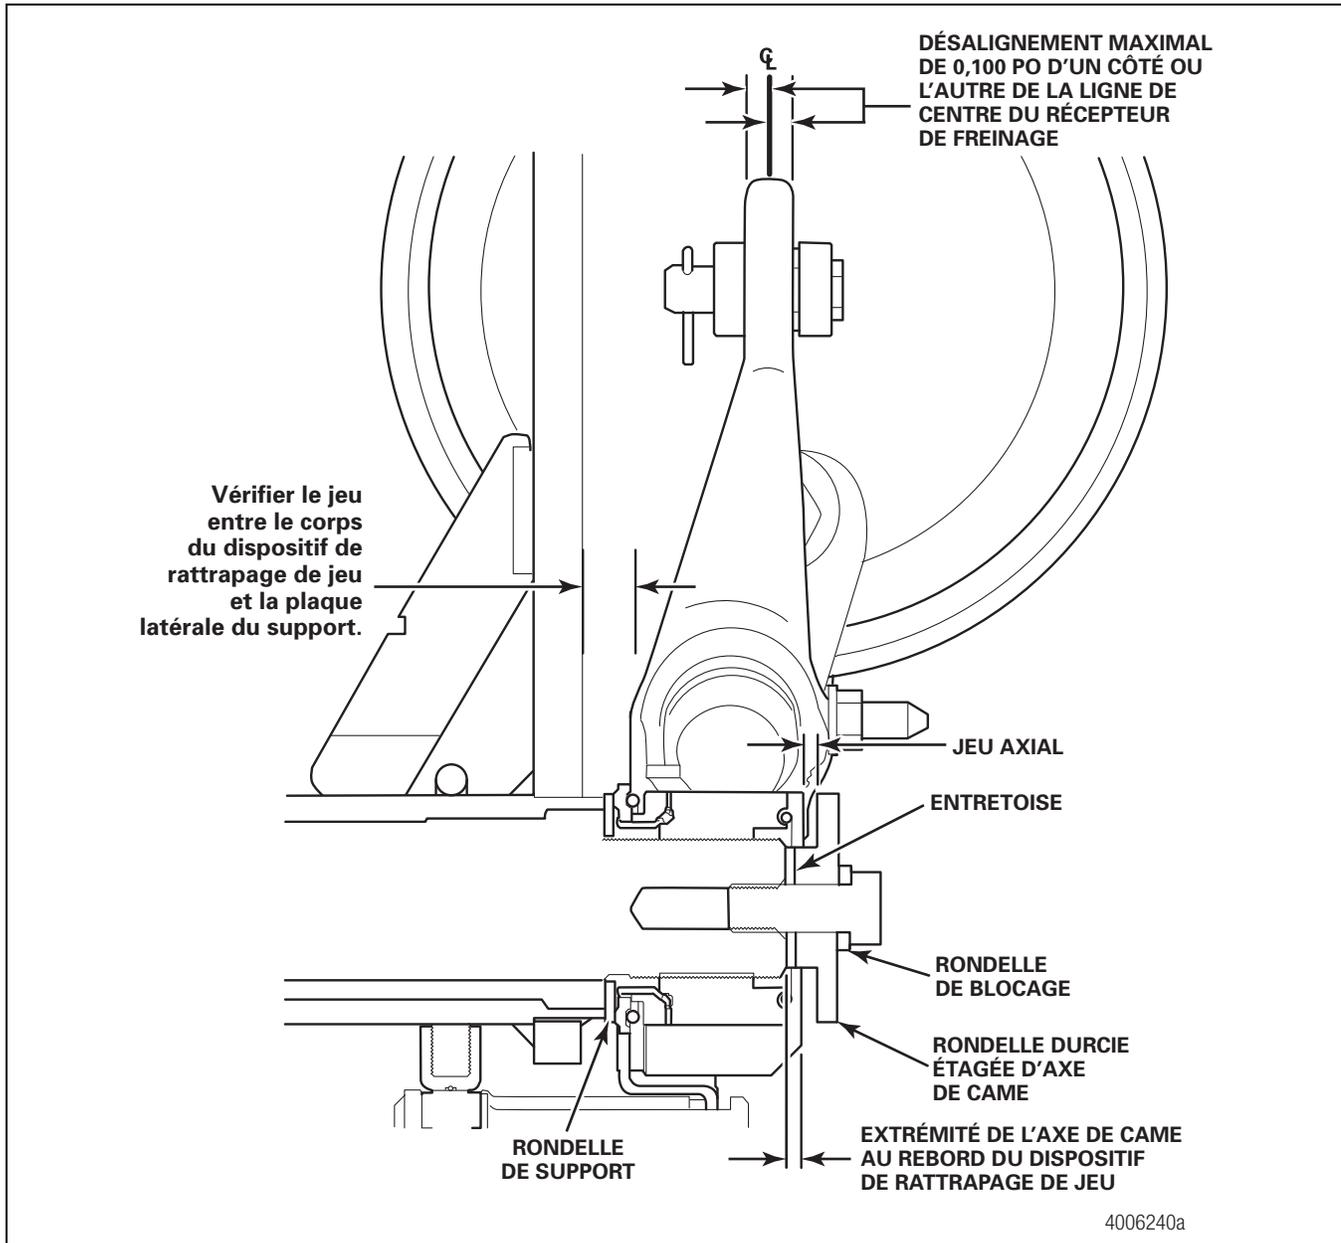

Figure 5.12
Se reporter à la Figure 5.12 pour connaître l'emplacement de mesure des jeux de fonctionnement et la description des composants.
6. Actionner le frein en tirant sur le dispositif de rattrapage de jeu pour s'assurer que la came et le galet fonctionnent librement et que les segments de frein se rétractent une fois le dispositif de rattrapage de jeu relâché. Figure 5.12.